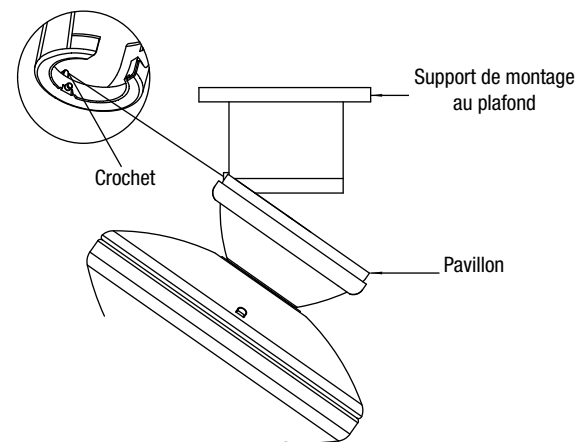

Fig. 9
**Étape 6.** Suspendez le ventilateur au crochet du support de montage. Assurez-vous que le pavillon est complètement fixé au crochet, comme illustré dans la Fig. 9. Ceci vous permettra d'effectuer les connexions électriques.